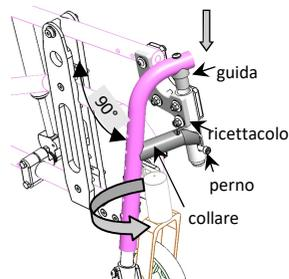

fig. 21: Inserimento/Disinserimento tubo poggia gamba
* **Versione ribaltabile** (fig. 21)